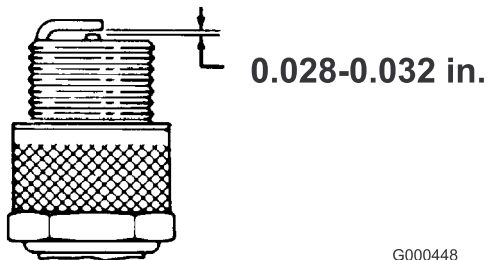

図 26
3. エア・ギャップを0.7～0.8 mmに調整する（図 26）。点火プラグをエンジンに取りつけて、2.35 kg.mにトルク締めする。